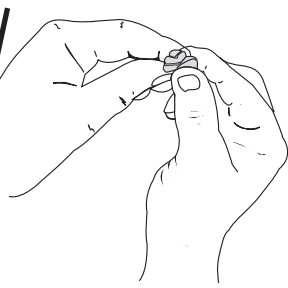

Fig. 11
6. Pressez le filtre pour répandre et drainer l'excédent d'huile (Fig. 11).